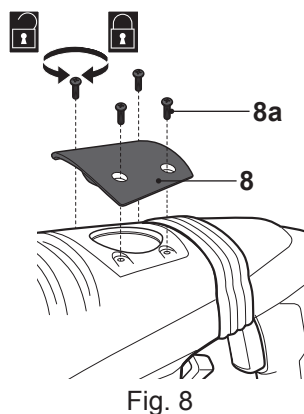

Fig. 8
- > Slăbiți șuruburile (8a) cu o șurubelniță în cruce adecvată și îndepărtați-le împreună cu capacul casei de angrenaje (8) (Fig. 8).
- > Montați capacul casei de angrenaje (8) înapoi pe produs, și asigurați-l cu șuruburi (8a). Asigurați-vă că este fixat în mod adecvat.